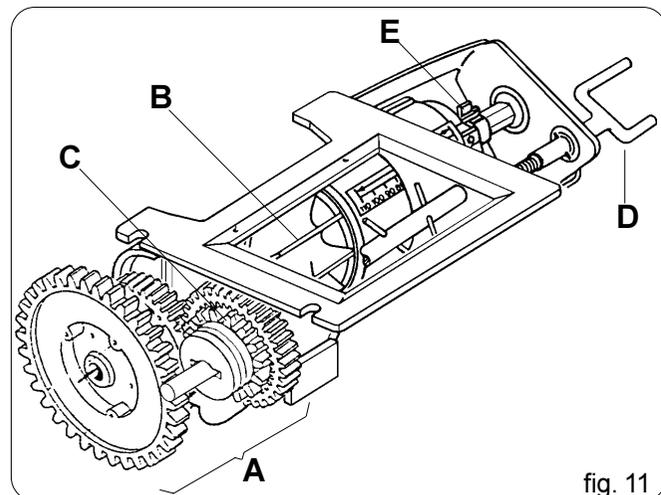

fig. 11
Il dosatore (fig. 11), organo principale per il funzionamento della seminatrice, è posizionato sotto il serbatoio delle sementi. Riceve il moto dalla ruota di trasmissione per mezzo di ingranaggi (con rapporto proporzionale alla larghezza di lavoro) e catene. Composto da un cambio (A Fig. 11), permette due rapporti di trasmissione al rullo distributore (B) variando la posizione della ruota dentata rossa (C). Nella posizione «N», il rapporto al cambio è di 1:1 dettato dalla coppia di ruote dentate Z19; spostando la ruota (C) in «M», il rullo distributore dimezzerà i propri giri, in quanto la trasmissione viene composta dalla ruota motrice rossa Z14 e ruota condotta Z28.
*The doser (fig. 11) the most important part for seeder operation, is located underneath the seed hopper. Motive power is transmitted to it by the drive wheel through gears (with ratios proportional to the width of the work to be carried out) and chains. Thanks to a gearbox (A fig. 11) it allows the distributor roller (B) to operate with two gear ratios, by changing the position of the red toothed wheel (C). In position "N", the gear ratio is 1:1, as imposed by the pair of toothed wheels Z19; when the wheel (C) is shifted to the "M" position, the distributor wheel halves the number of revolutions, as the drive is then composed of the red drive wheel Z14 and the drawn wheel Z28.*
Der Dosierer (Abb. 11) ist die wichtigste Vorrichtung für den Betrieb der Sämaschine und ist unter dem Saatgutbehälter angebracht. Er wird mittels Zahnrädern (deren Verhältnis proportional zur Arbeitsbreite ist) und Ketten vom Treibrad angetrieben. Der Dosierer besteht aus einem Getriebe (A Abb. 11), das zwei Übersetzungen des Zahnrads (B) ermöglicht, indem die Position des roten Zahnrads (C) verändert wird. In der Stellung "N" beträgt das Getriebeverhältnis 1:1 und wird durch das Zahnradpaar Z19 realisiert. Wenn das Rad (C) auf "M" verstellt wird, halbiert das Zahnrad seine Drehzahl, da der Antrieb in diesem Fall aus dem roten Treibrad Z14 und dem angetriebenen Rad Z28 zusammengesetzt ist.
*Le doseur (cf. fig. 11), l'organe principal pour le fonctionnement de l'élément semeur, est placé sous le réservoir des semences. Il reçoit le mouvement de la roue de transmission par le biais d'engrenages (avec rapport proportionnel à la largeur du travail) et par des chaînes. Le doseur est composé d'une boîte à vitesses (cf. A fig. 11) qui permet deux rapports de transmission au rouleau de distribution (B) en variant la position de la roue dentée rouge (C). En position "N", le rapport est de 1:1 donné par le couple de roues dentées Z19; si l'on déplace la roue (C) en "M", le rouleau distributeur réduira de la moitié le nombre de ses tours puisque la transmission est composée par la roue motrice rouge Z14 et par la roue conduite Z28.*
2) El dosificador (fig 11), que es el órgano principal para el funcionamiento de la sembradora, se encuentra colocado debajo del tanque de las semillas. Recibe el movimiento de la rueda de transmisión a través de los engranajes (que tendrán una relación proporcional a la anchura del trabajo que se deberá efectuar) y de las cadenas. Consta de un cambio (A Fig. 11), permite dos relaciones de transmisión al rodillo distribuidor (B) variando la posición de la rueda dentada roja (C). En la posición "N", la relación con el cambio es de 1:1 dictada por el par de ruedas dentadas Z19; colocando la rueda (C) en "M", el rodillo distribuidor demediará los propios giros, puesto que la transmisión será compuesta por la rueda motriz roja Z14 y la rueda conducida Z28. Al efectuar una prueba de dosificación así como viene descrito en el capítulo 3.2.3 se notará que, respecto a la prueba con la relación 1:1, la cantidad de producto distribuido resultará demediado (Véase la tabla pag.27).
La molla di blocco (E Fig. 11) permette di modificare il campo d'apertura della saracinesca e contemporaneamente la portata del rullo dosatore.
*The locking spring (E fig. 11) enables the opening range of the gate to be modified which, in turn, modifies the capacity of the dosing roller at the same time.*
Die Sperrfeder (E Abb. 11) ermöglicht es, den Öffnungsbereich des Schiebers und gleichzeitig den Durchsatz der Dosierrolle zu verändern.
*Le ressort de blocage (cf. E fig. 11) permet de modifier l'ouverture de la vanne et, en même temps, le débit du rouleau doseur.*
El resorte de bloqueo (E Fig. 11) permite modificar el campo de abertura de la persiana y simultáneamente la capacidad del rodillo dosificador.